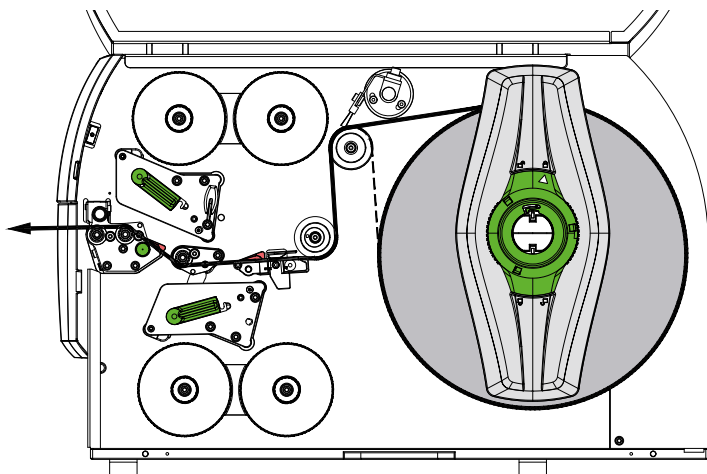
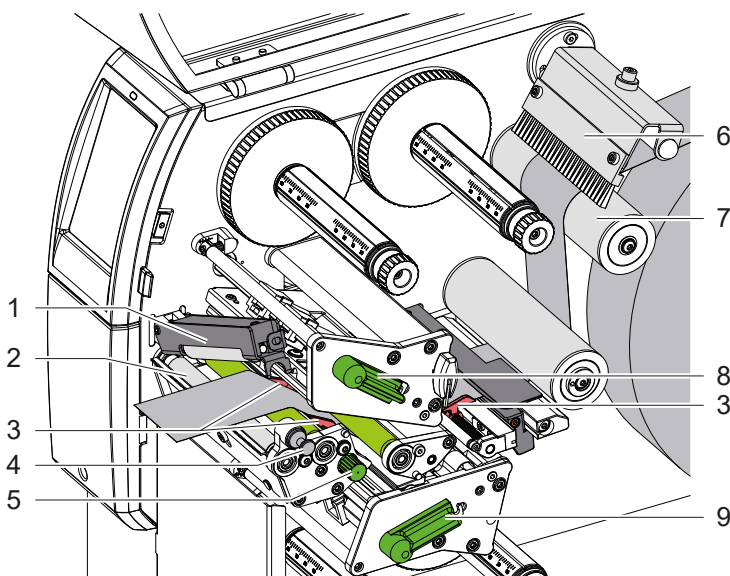

Figure 12 Guidage de la matière
Figure 13 Insertion de la matière dans le mécanisme d'impression
1. Dérouler une bande de matière du rouleau et guider celle-ci d'après la Figure 12 jusqu'au bloc d'impression.
2. Tirer le doigt d'indexage (4). Le système de pression (1) bascule vers le haut.
3. Tourner le levier (8) dans le sens inverse des aiguilles d'une montre et le levier (9) dans le sens des aiguilles d'une montre pour déverrouiller les deux têtes d'impression.
4. Basculer la brosse (6) afin de l'éloigner du rouleau de déviation (7).
5. Desserrer les guides (3) en tournant le bouton (5) afin que la matière puisse passer entre eux.
6. Guider la matière à travers les deux blocs d'impression d'après la Figure 13 jusqu'au rouleau de traction (2) en passant entre les guides (3).
7. Replacer les guides contre les bords de la matière en tournant le bouton (5).
9. Tirer le doigt d'indexage (4). Pousser le système de pression (1) vers le bas et le verrouiller avec le doigt d'indexage.
12. Basculer la brosse (6) afin de la rapprocher du rouleau de déviation (7).